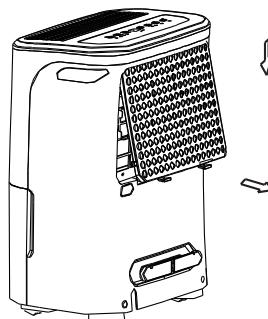

Abb. 8
- Greifen Sie die Lasche am Filter, ziehen Sie ihn nach oben, ehe Sie ihn herausziehen, wie in Abb.8 gezeigt.